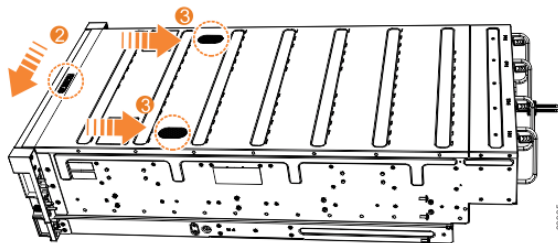

图 79. 更换顶盖
2. 将外盖释放杆推入第 62 页的图 79 中所示的那一侧 (2)。
3. 将外盖滑向机柜后部 (3), 直至滑不动为止, 如第 62 页的图 79 中所示。